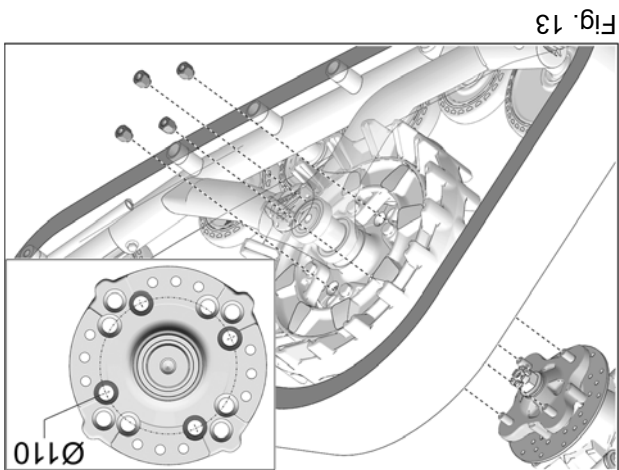

Fig. 13
7. Fixer le système de traction au moyeu de roue avant. Utiliser le cercle de perçage de Ø110 mm et les écrous de roue d'origine du véhicule. Fig. 13